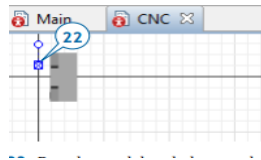

Рисунок 14.13 – Розділ «Люди»
22. Розгорніть розділ *People* палітри 3D-об'єктів і перетягніть фігуру «Робітник» на діаграму ЧПК (рис. 14.13).